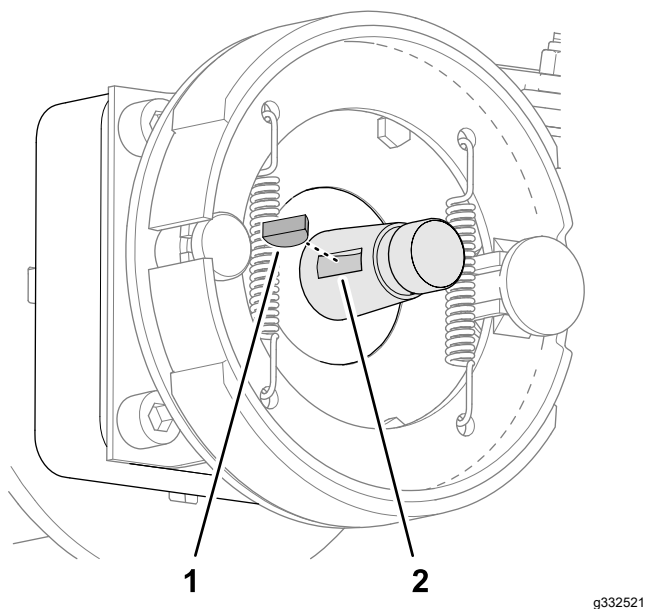

Рисунок 73
2. Вставьте сегментную шпонку в шпоночный паз вала мотор-колеса (Рисунок 73).